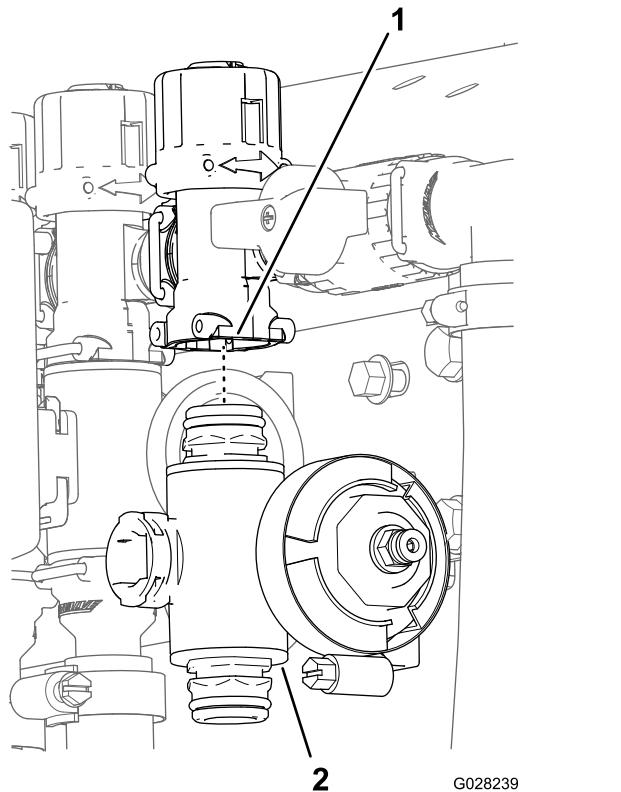

Figure 70
3. Pour les vannes de section de rampe droite et gauche, retirez les boulons à embase et les contre-écrous à embase qui fixent la ou les vannes de section au support, puis déposez le ou les collecteurs de la machine ; pour la vanne de section centrale, déposez le collecteur correspondant de la machine (Figure 70).